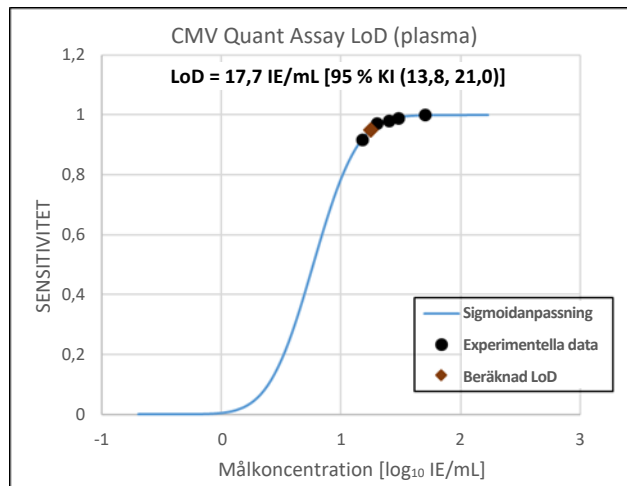

Bild 2: Probitformatanalys användes för att fastställa LoD för NeuMoDx CMV Quant Assay i plasmaprover
LoD för NeuMoDx CMV Quant Assay i plasma för varianten gB1 fastställdes till 17,7 IE/mL (1,25 log₁₀ IE/mL) med 95 % konfidensintervall (KI) på 13,8–21,0 IE/mL, (1,14–1,32 log₁₀ IE/mL) [bild 2]. LoD för genotyper fastställdes vid 20,0 IE/mL (1,30 log₁₀ IE/mL) enligt träfffrekvensanalysen.